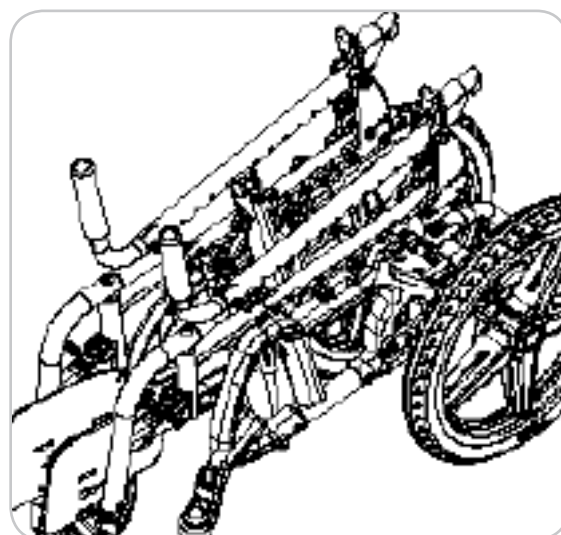

Figura 10
8. Chiudere il telaio. Cfr. Figura 10.